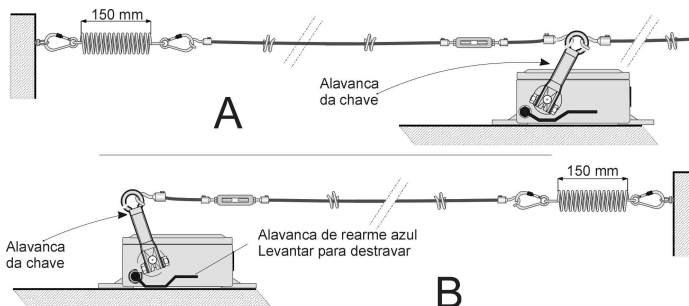

Fig. 5 – Ajuste do ponto de operação
- 4.6 Pressione a alavanca de rearme azul para cima e coloque a alavanca de acionamento na posição da fig. 5 B. Repetir o processo 4.5 para ajustar a tensão do cabo de aço na outra mola tracionadora.
- Uma vez eliminada a situação de emergência, o operador deve se dirigir à chave que comandou a parada de emergência e pressionar a alavanca de rearme azul para cima até liberar a trava. (fig. 5 B). O destravamento tem que ser feito manualmente, de forma deliberada, no local onde foi sinalizada a emergência.